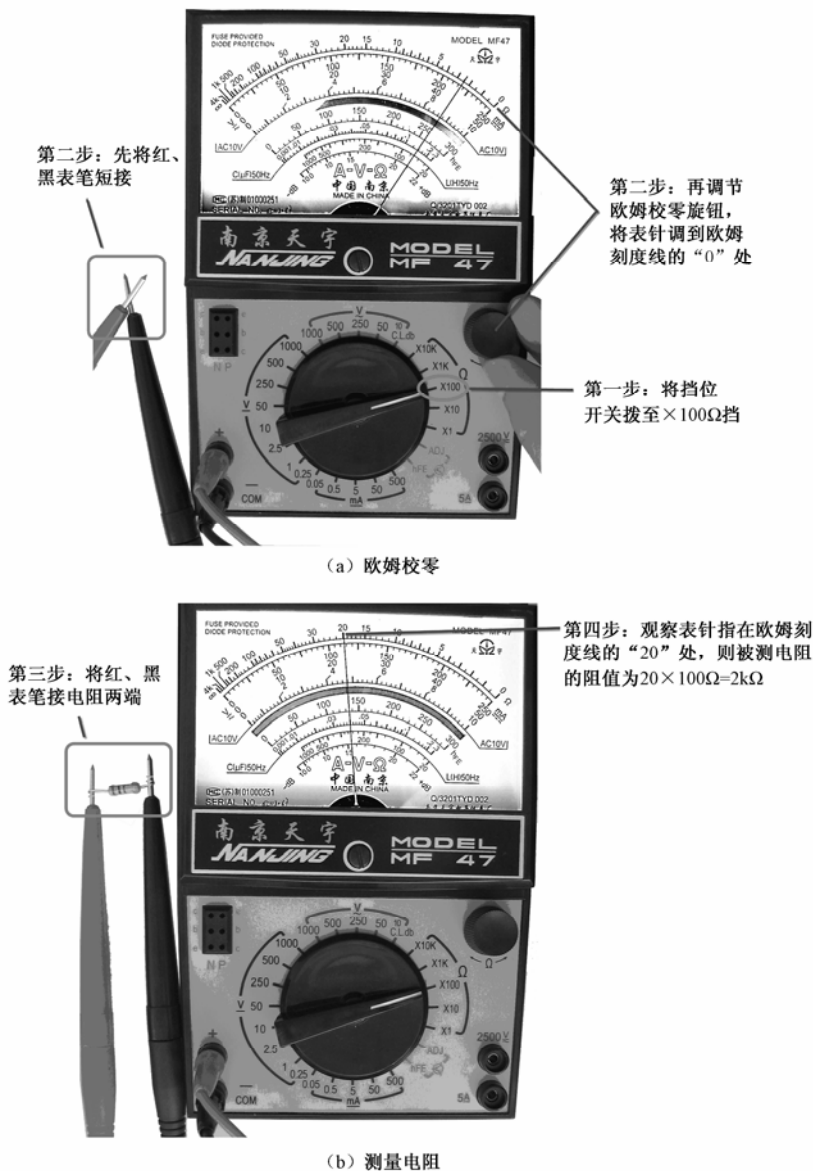

图 1-30 电阻的测量
下面通过测量一只电阻的阻值大小来说明欧姆挡的使用，测量如图 1-30 所示，具体过程说明如下：
**第二步：欧姆校零。**挡位选好后要进行欧姆校零，欧姆校零过程如图 1-30 (a) 所示。
第四步：读数。读数时查看欧姆刻度线，观察表针所指的数值，然后将该数值与挡位数相乘，得到的结果就是该电阻的阻值。在图 1-30 (b) 中，万用表表针指在数值“20”处，选择挡位为 $\times 100\Omega$ ，则被测电阻的阻值为 $20 \times 100\Omega = 2k\Omega$ 。